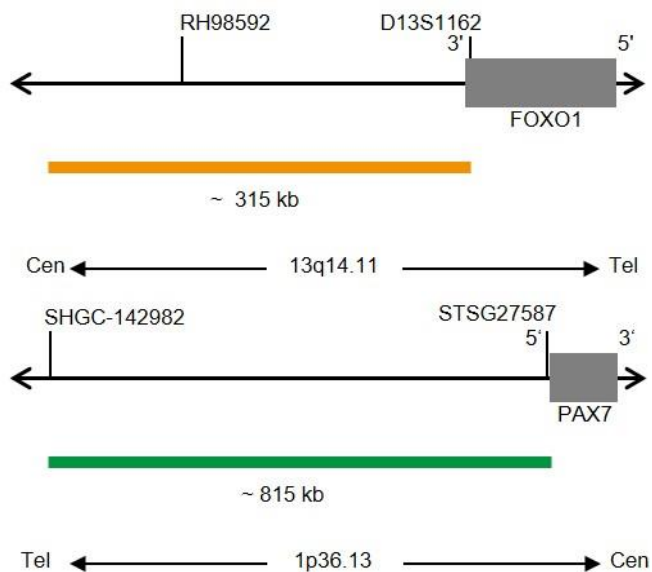

Fig. 1: Arriba: SPEC FOXO1 Mapa de la sonda; abajo: SPEC PAX7 Mapa de la sonda (no está a escala)
- Polinucleótidos marcados en naranja (excitación a 547 nm/emisión a 572 nm) ZyOrange (~4,5 ng/μl), dirigidos a secuencias localizadas en 13q14.11* (chr13:40,816,168-41,132,595) proximales a la región del punto de ruptura de FOXO1 (ver Fig. 1).
- Polinucleótidos marcados en verde (excitación a 503 nm/emisión a 528 nm) ZyGreen (~10 ng/μl), dirigidos a secuencias localizadas en 1p36.13* (chr1:18,139,970-18,956,785) distales a la región del punto de ruptura de PAX7 (ver Fig. 1).